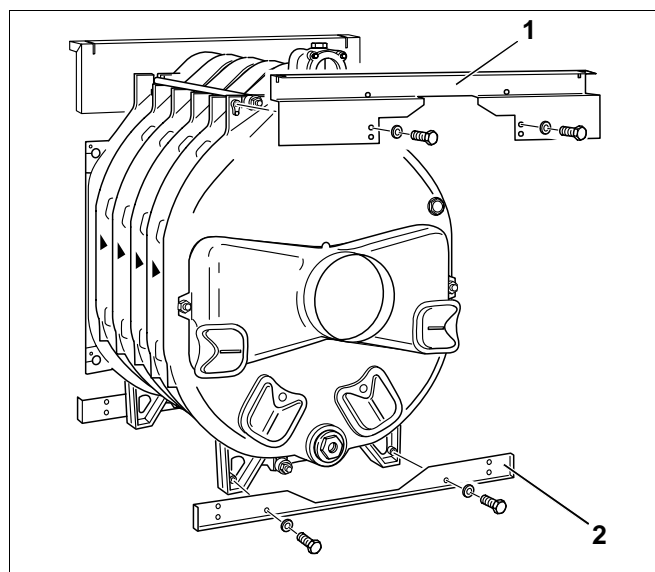

Fig. 31 Montering af de bageste traverser
- Fastgør den bageste tværtravers foroven (Fig. 31, **pos. 1**) på beslagene, og skru den fast på bagelementet med maskinskruer (M 8 x 15). Ombukket på den øverste tværtravers skal vende **fremad**.
- Skru den nederste tværtravers (Fig. 31, **pos. 2**) fast på bagelementets fødder med to maskinskruer (M 8 x 15). Ombukket på den nederste tværtravers skal vende **bagud**.